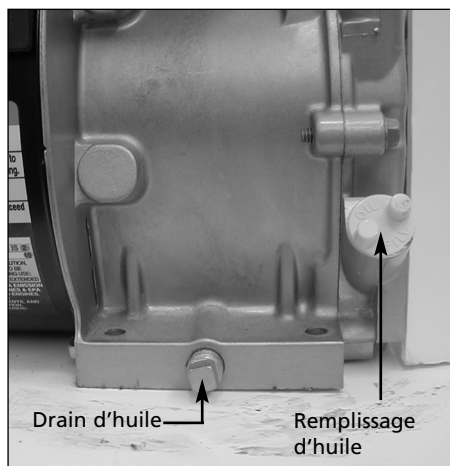

Figure 19 - Emplacement du drain d'huile et de remplissage
- Trouvez et retirez le bouchon du drain d'huile à moteur (voir la figure 19).